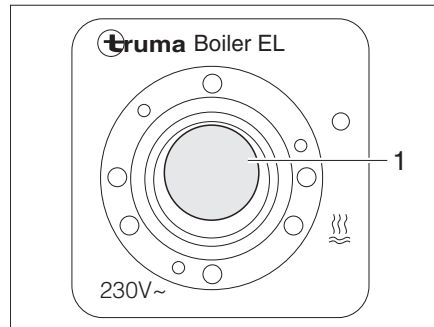

Fig. 125 Interruttore a levetta per boiler Truma (funzionamento elettrico a 230 V)
- Attivare l'interruttore a levetta (Fig. 125,1). La spia di controllo nell'interruttore si accende. L'acqua nel boiler viene riscaldata a 65 °C.
- Portare l'interruttore a levetta (Fig. 125,1) in posizione "O". La spia di controllo nell'interruttore si spegne.
- Sulla centralina di controllo (Fig. 124) posizionare l'interruttore girevole (Fig. 124,3) su "O" (Fig. 124,4) oppure l'interruttore a levetta (Fig. 125,1) su "O".